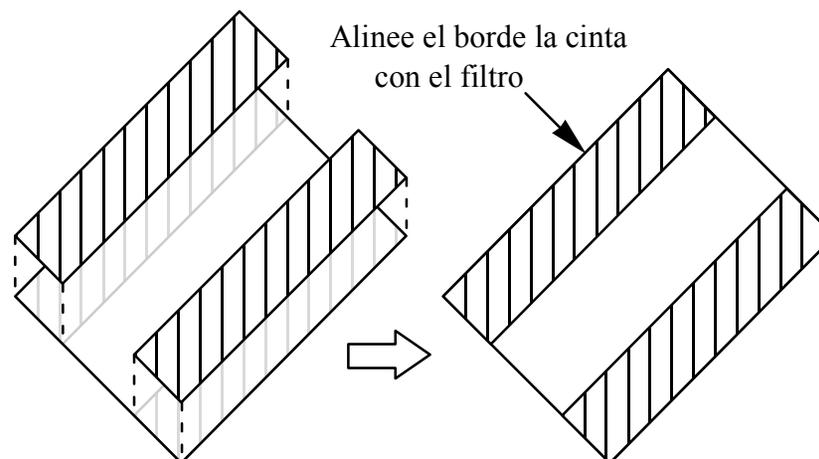

Figura 5-13
- Quite el papel protector de una de las caras de cada cinta y pegue estas en cada uno de los lados largos del filtro (Figura 5-13). Tenga sumo cuidado en no ensuciar de adhesivo la parte central del filtro, puesto que sería visible después de la instalación.